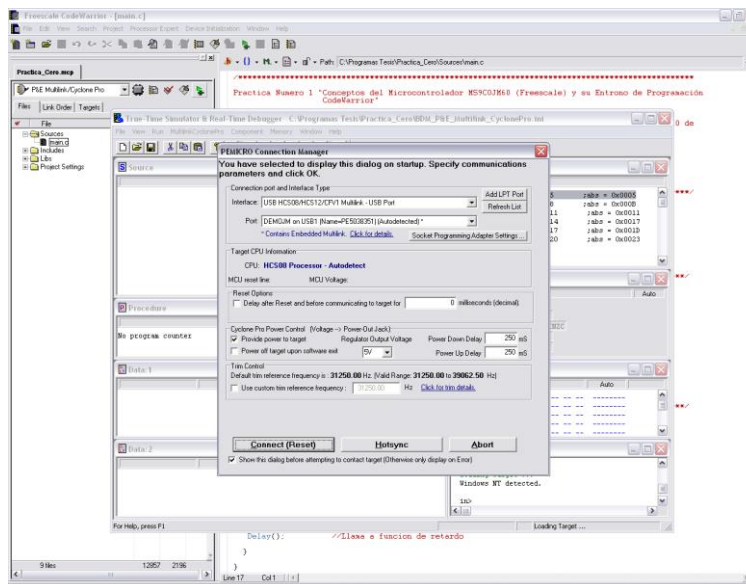

Figura 3.13 Ventana de que indica la comunicación, PC a la tarjeta DEMOJM.
7. Seleccionar **Connect(Reset)**, figura 3.13.